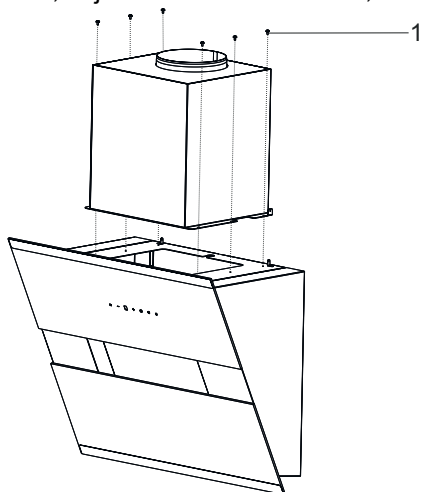

Fig. 10
1. ► Ta bort motorkabinettet från fläkten med 6 x 3,5x6,5 skruvar (Fig. 10). Ta först bort kablarna mellan fläkten och motorkabinettet innan du tar bort motorkabinettet.